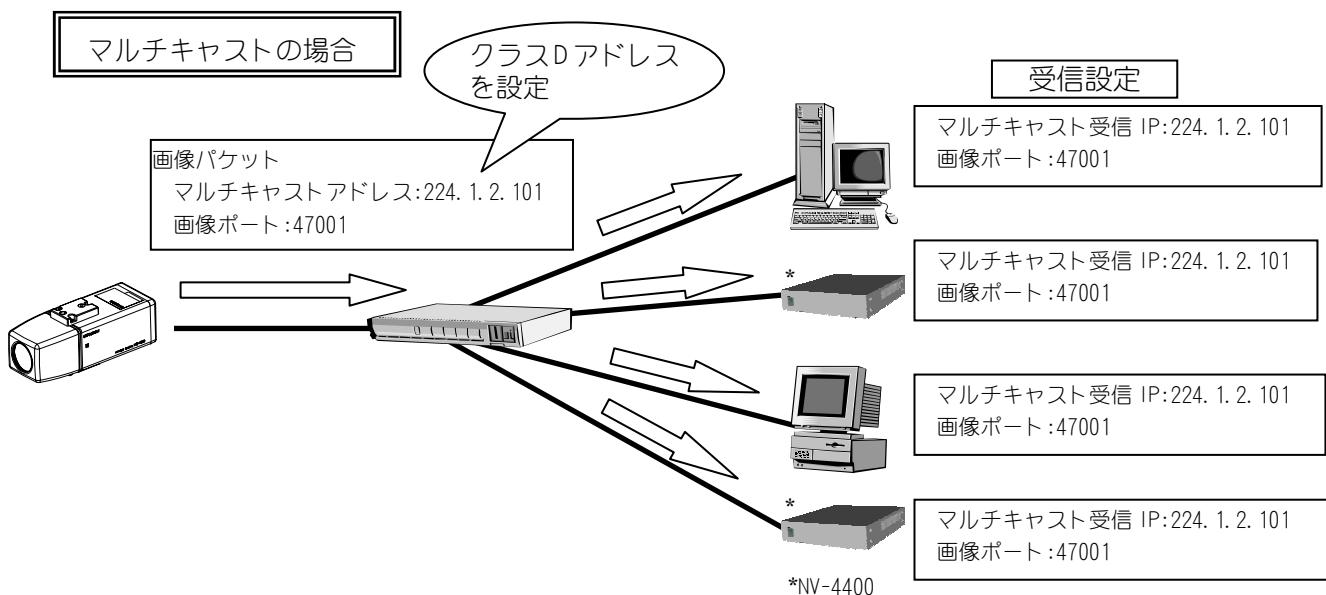

図 9-4 マルチキャストアドレス 画像ポートについて
- (1) マルチキャストアドレスは、RTP/UDP/IP プロトコルで画像配信される際の宛先 IP アドレスです。
- (2) マルチキャストアドレスにクラス D の IP アドレスを指定するとマルチキャスト配信が行えます。
- (3) マルチキャストアドレスに受信側機器の IP アドレスを指定すると RTP/UDP/IP プロトコルによるユニキャスト画像配信も行えます。
- (4) 画像ポートは、画像データを通信するためのポートです。1024～65535 の範囲で設定できます。
- (5) 図 9-4 にその概略図を示します。